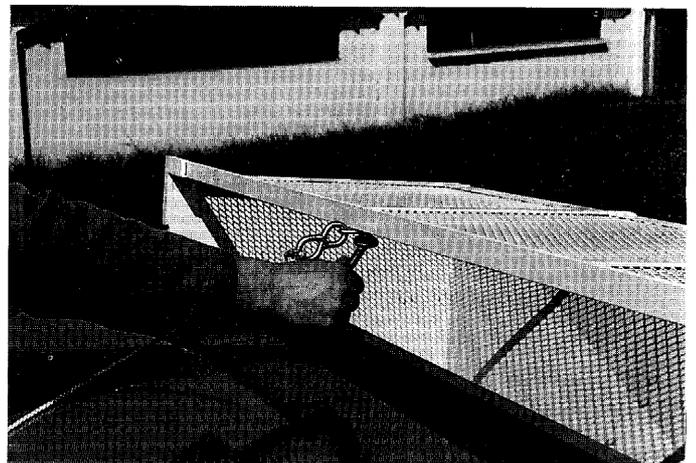

fig. 14
- Sollte Ihre Maschine mit einer Handkurbel ausgestattet sein, so müssen Sie den Haken abnehmen, indem Sie die Befestigungsschraube entfernen (Fig 14),